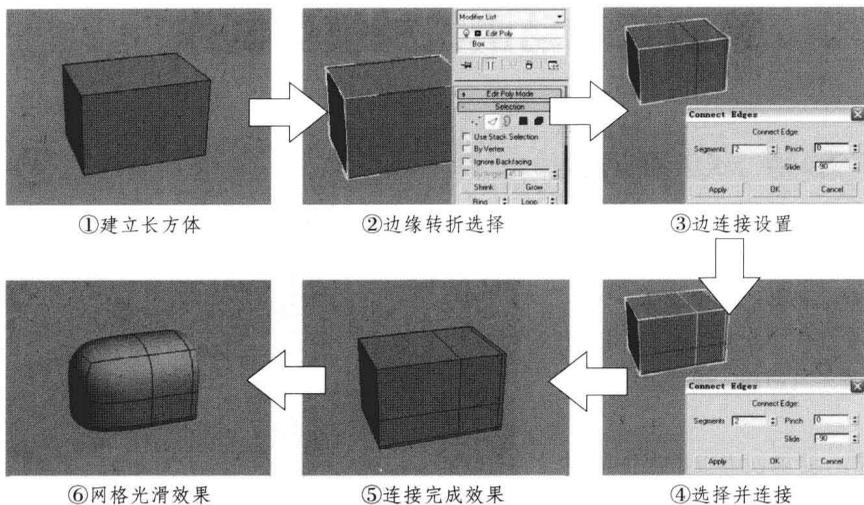

图3-11 方角光滑总流程（步骤）图
四、制作流程及技巧分析 制作本例时，建立一个长方体，切换至编辑多边形命令的边模式，然后分别选择横边和竖边进行连接，在网格光滑后得到不同样式的转折效果。本例分为6个制作总流程（步骤）：①建立长方体、②边缘转折选择、③边连接设置、④选择并连接、⑤连接完成效果、⑥网格光滑效果，见图3-11。